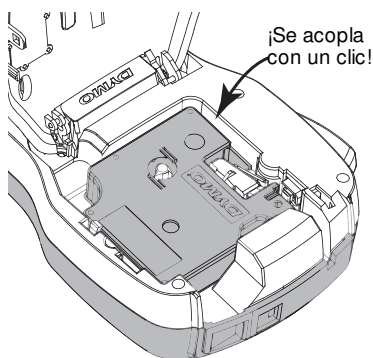

Figura 6
- 3 Introduzca el cartucho y presiónelo firmemente hasta que se acople en su sitio. Consulte la Figura 6.